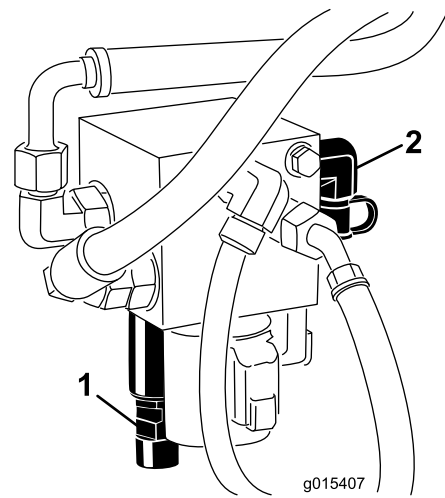

Bild 14
3. Schließen Sie ein Druckmanometer an den Testanschluss hinten am Hubverteiler an (Bild 14).
4. Nehmen Sie die Kappe vorne am Hubverteiler von der Gegengewichtsspule des Verteilers ab (Bild 14).
5. Lösen Sie die Klemmmutter unten an der Gegengewichtsspule (Bild 14).